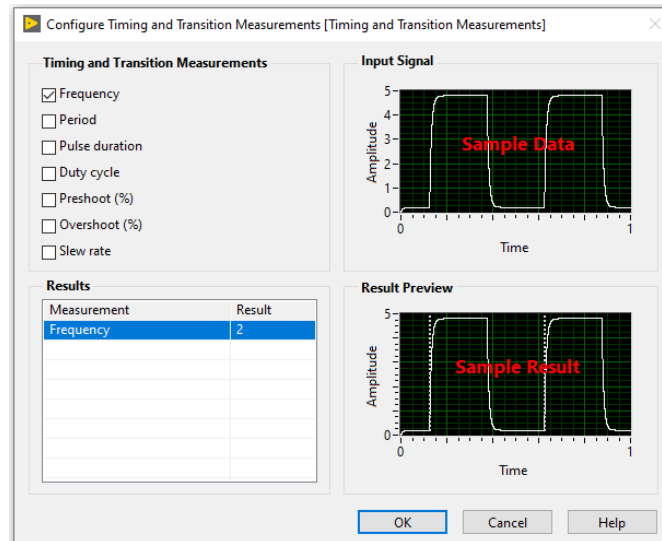

Figura 6.16. Configuración interna del tipo de salida del bloque Timing Transition
- Haga doble *click* sobre el bloque *Timing Transition* y seleccione la salida de Frecuencia (ver figura 6.16).